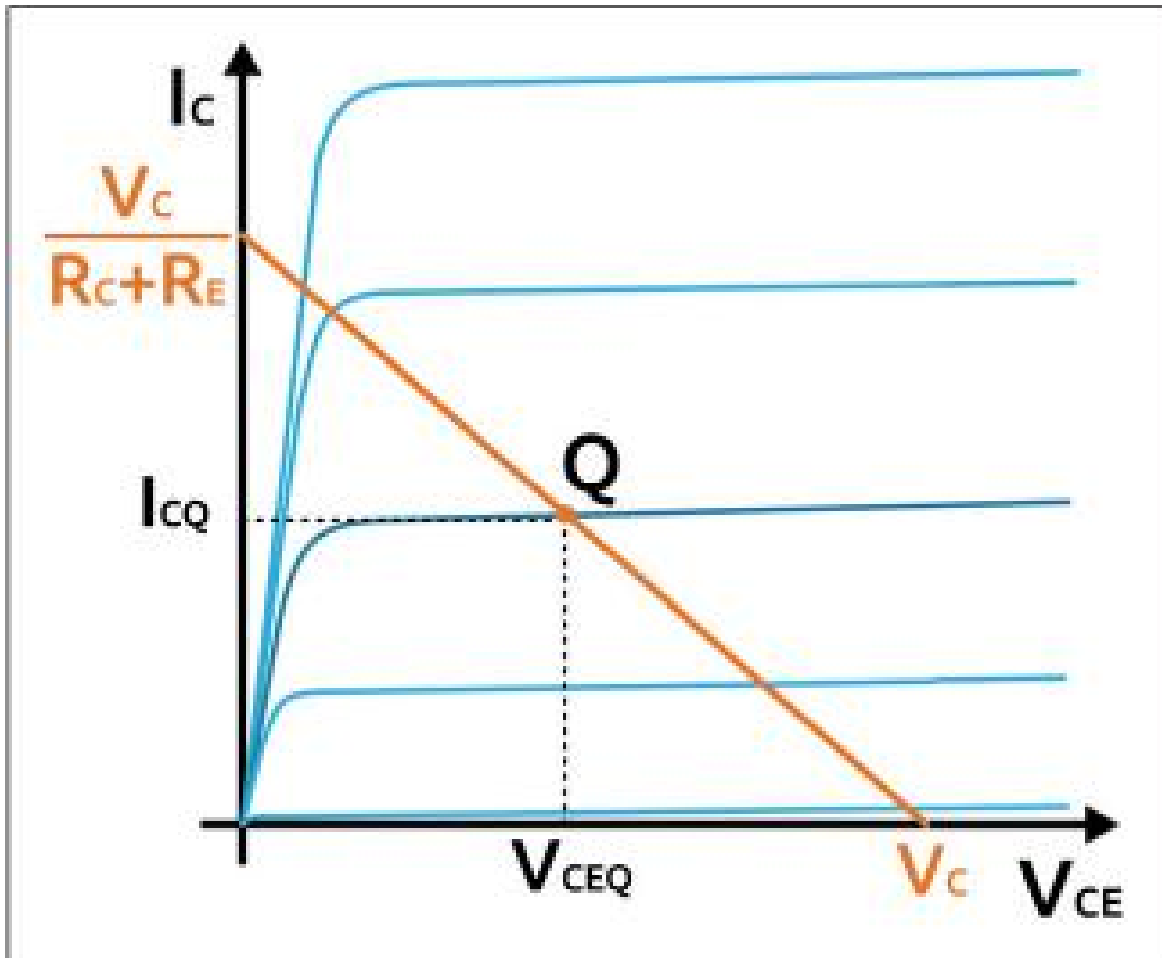

Figura 3.44 – Característica de salida del transistor con la recta de carga trazada.
Consideremos ahora la característica de salida de la Figura 3.44, donde tenemos la IC en las ordenadas (la y) y la VCE en las abscisas (la x). La ecuación que acabamos de escribir se puede trazar sobreponiéndola a la característica del transistor. De hecho, si la dibujáramos, obtendríamos una recta. Volvamos a escribirla de un modo más adecuado:
La recta cruza las curvas de salida del transistor que, como ya sabemos, dependen de la corriente de base. Debemos elegir la característica más adecuada, es decir, la que produzca menos distorsiones y evite el fenómeno del clipping. Una vez identificada la curva, podemos fijar el punto de trabajo (Q). Al punto elegido, le corresponderán un valor de I_C y otro de V_{CE} de trabajo o inactivos, que en la figura 3.44 se indican de este modo: I_{CQ} y V_{CEQ} .